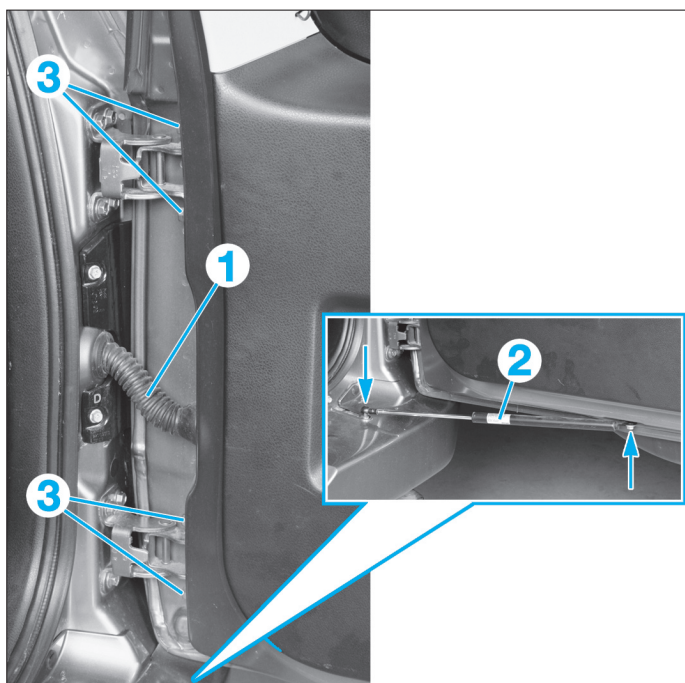

FIG. 68
- Débrancher les connecteurs et extraire le faisceau (1) ainsi que la durit de lave glace (**Fig.68**).
- Déposer le vérin du hayon (2).
- Avec l'aide d'un second opérateur, soutenir la porte puis déposer les vis de charnières (3).